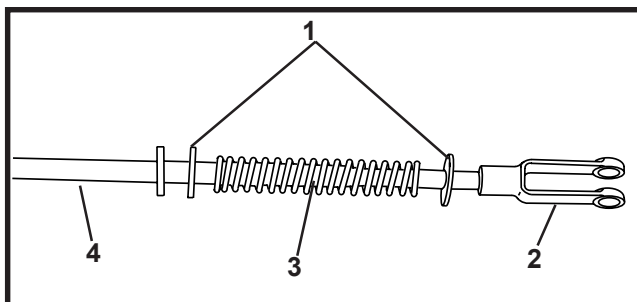

FIGURA 2
6. Montare la molla di compressione, due (2) rondelle piane e la forcella sul gruppo asta del freno. Vedere Figura 2. Avvitare la forcella sul gruppo asta finché l'asta non è allineata o inserita nella parte filettata della forcella di circa 1/4" (6,35 mm).